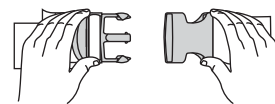

Fig. 17
1. Mettez l'appui d'épaule sur utiliser l'agrafe (Fig. 17).